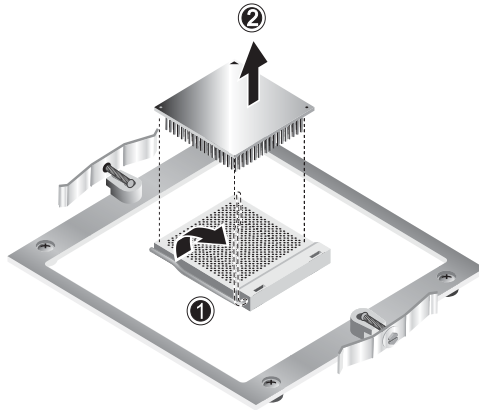

FIGURA 4-10 Retiro de la CPU
10. Primero presione y luego tire de la palanca de retención del zócalo de la CPU hacia arriba hasta lograr una posición perpendicular totalmente abierta (véase (1) en la FIGURA 4-10).
11. Levante la CPU para retirarla del zócalo, dejando la palanca de retención en la posición abierta (2).